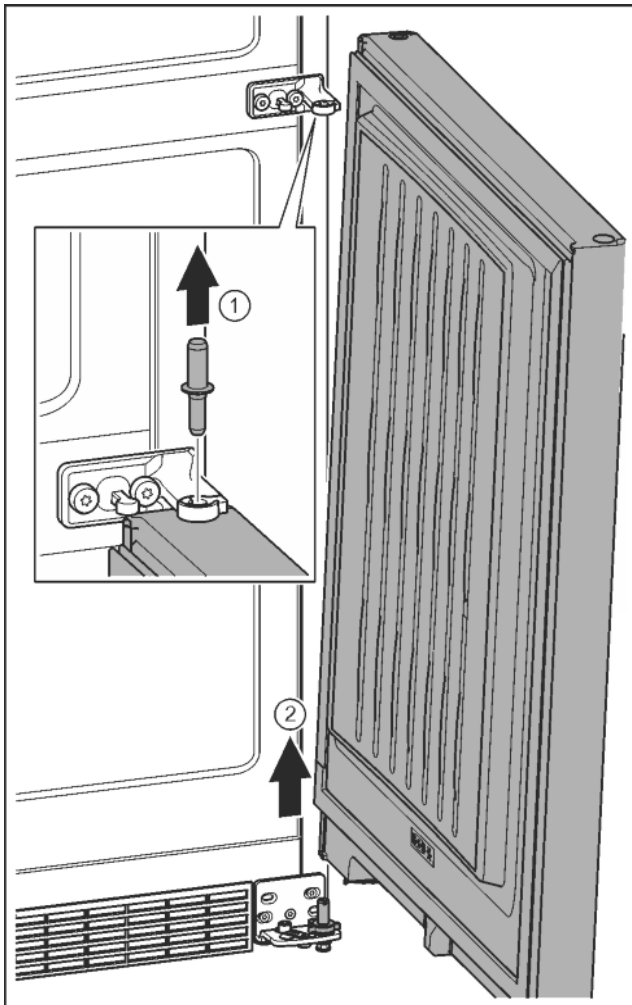

Fig. 12
- Extrageți în sus bolțul. *Fig. 12 (1)*
- Pivotați ușa în exterior, trageți în sus și așezați-o în lateral. *Fig. 12 (2)*